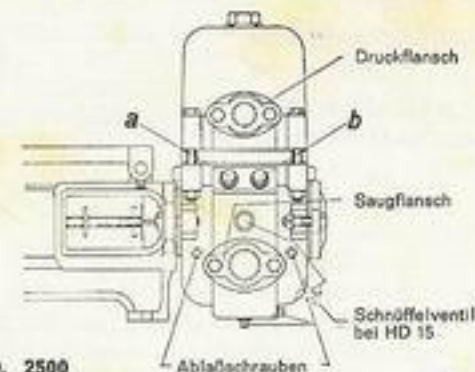

Abb. 3
3.52 Frostschutz-Entleerung bei den Typen HD 15, 25, 40, 50 (Abb. 3): Bei laufender Pumpe die unteren Verschlussschrauben herausschrauben. — Pumpe abstellen. — Obere Verschlussschrauben herausschrauben.